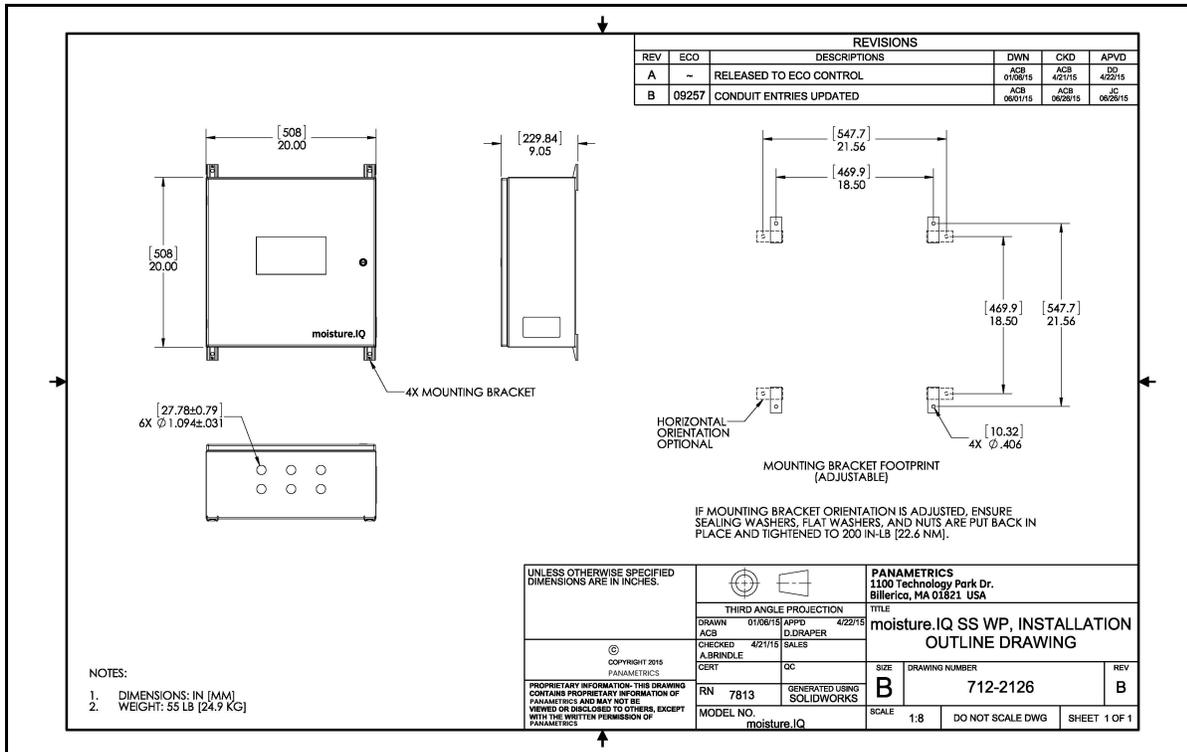
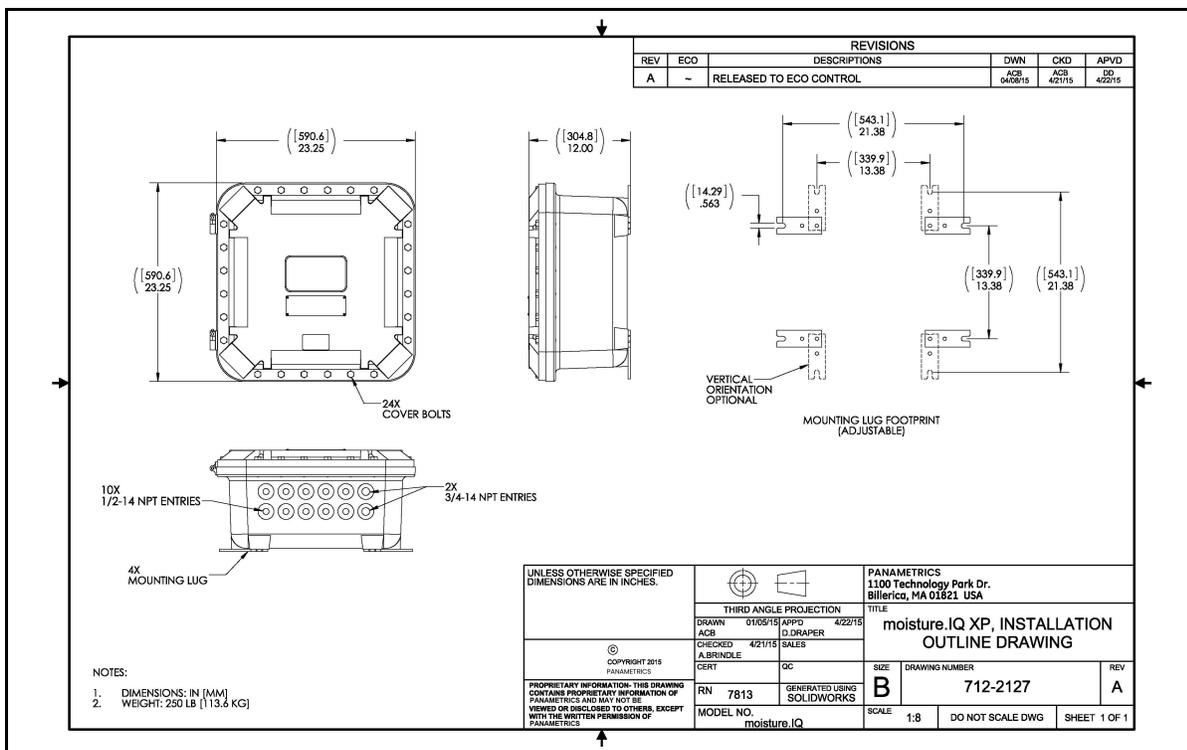

Abbildung 10: Umriss-Installationszeichnung für wettergeschützte Version mit Edelstahlgehäuse (Zeichnung 712-2126_revB, Blatt 1 von 1)
Abbildung 11: Umriss-Installationszeichnung für explosionsgeschützte Version (Zeichnung 712-2127_revA, Blatt 1 von 1)
- Die Installation muss für die wettergeschützte Version mit Edelstahlgehäuse (siehe *Abbildung 10 auf Seite 6*) der *Installationszeichnung 712-2126* und für die explosionsgeschützte Version (siehe *Abbildung 11 auf Seite 6*) der *Installationszeichnung 712-2127* entsprechen.